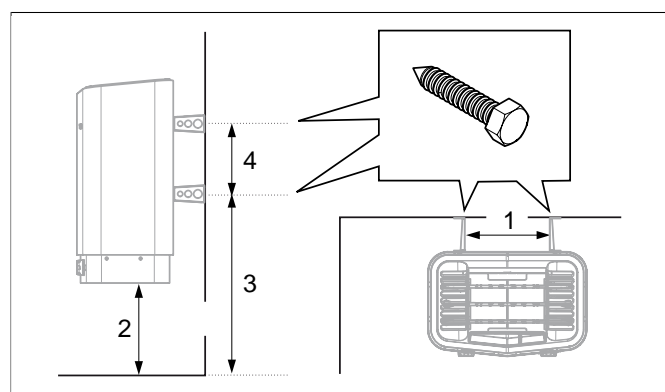

Рисунок 8: Определение размеров
7. Разместите винты кронштейнов согласно указанным размерам см **Рисунок 8**, страница 4.